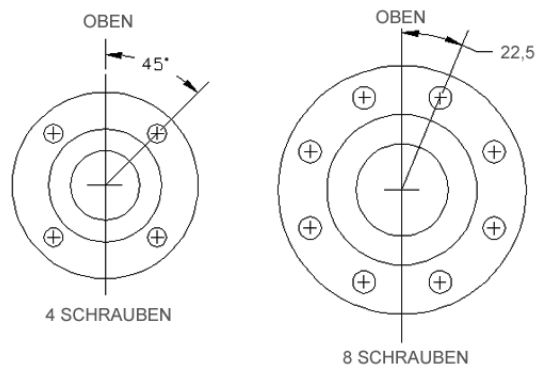

Abbildung 2. Ausrichtung der Schraubbohrungen
- Schweißen Sie Flansche an das vorhandene Rohr. Stellen Sie sicher, dass die Rohrflansche und die Accelabar®-Flansche die gleiche Nenngröße des Rohres und den gleichen Nenndruck haben. Abbildung 2 zeigt die typische Anordnung der Schraubbohrungen symmetrisch zur Mittelachse des Rohres (das Schema für 12 und 20 Schraubbohrungen ist nicht abgebildet). Berücksichtigen Sie entsprechenden Erfordernisse für die Montage in Abschnitt 4.0.